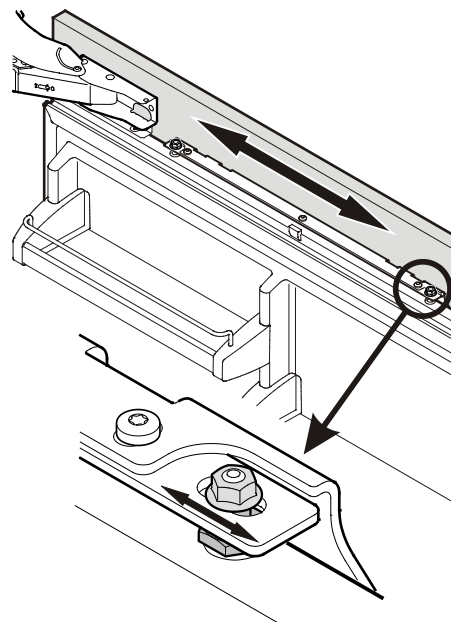

Figura 29
6. Alinee el panel horizontalmente (con los agujeros alargados en el soporte de fijación) (**Figura 29**).